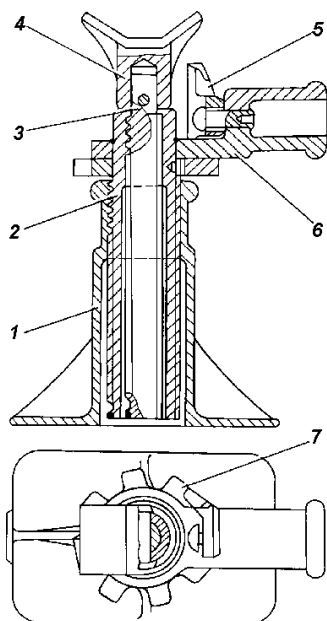

Рис. 9.3. Домкрат:
**Домкрат** (рис. 9.3) предназначен для вывешивания колес автомобиля при его техническом обслуживании или ремонте. Грузоподъемность домкрата 2 т. Наибольшая высота подъема 240 мм.